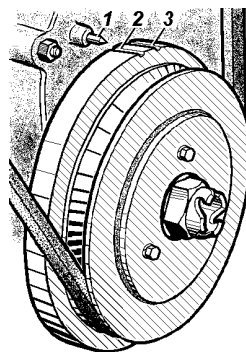
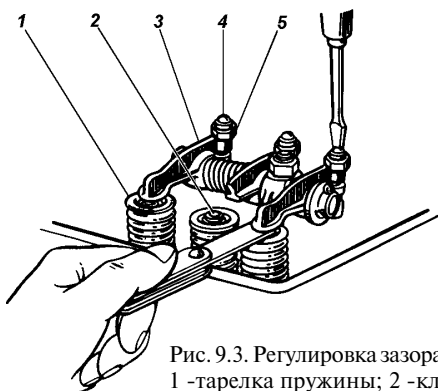

Рис. 9.2. Установочные метки на шкиве-демпфере коленчатого вала:
Рис. 9.3. Регулировка зазора между коромыслом и клапаном: 1 -тарелка пружины; 2 -клапан; 3 -коромысло; 4 -регулирующий винт; 5 -контргайка
- установите поршень первого цилиндра по метке на шкиве-демпфере коленчатого вала (рис. 9.2) в ВМТ при такте сжатия и щупом проверьте зазор между коромыслами и 1, 2, 4, 6 клапанами. При неправильном зазоре с помощью регулировочного винта установите зазор по щупу (рис. 9.3), после чего, поддерживая отверткой регулировочный винт, затяните контргайку и проверьте правильность зазора;